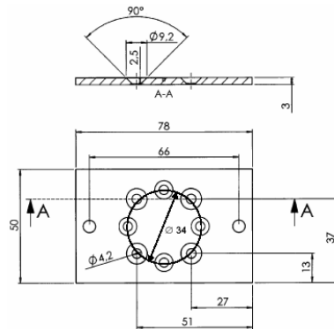

Bild 4:
- Befestigungsplatte (13, Bild 4) (5752 0246)
- Basisblock (25) (5750 0049) mit Lötanschluss oder mit Schlauchanschluss (26) (5752 0218)
- 4 Blindnieten Polygrip 4x13 (8) (5731 1152) je Entnahmestelle
- Abdeckplattenhalter (12) (5750 4645)